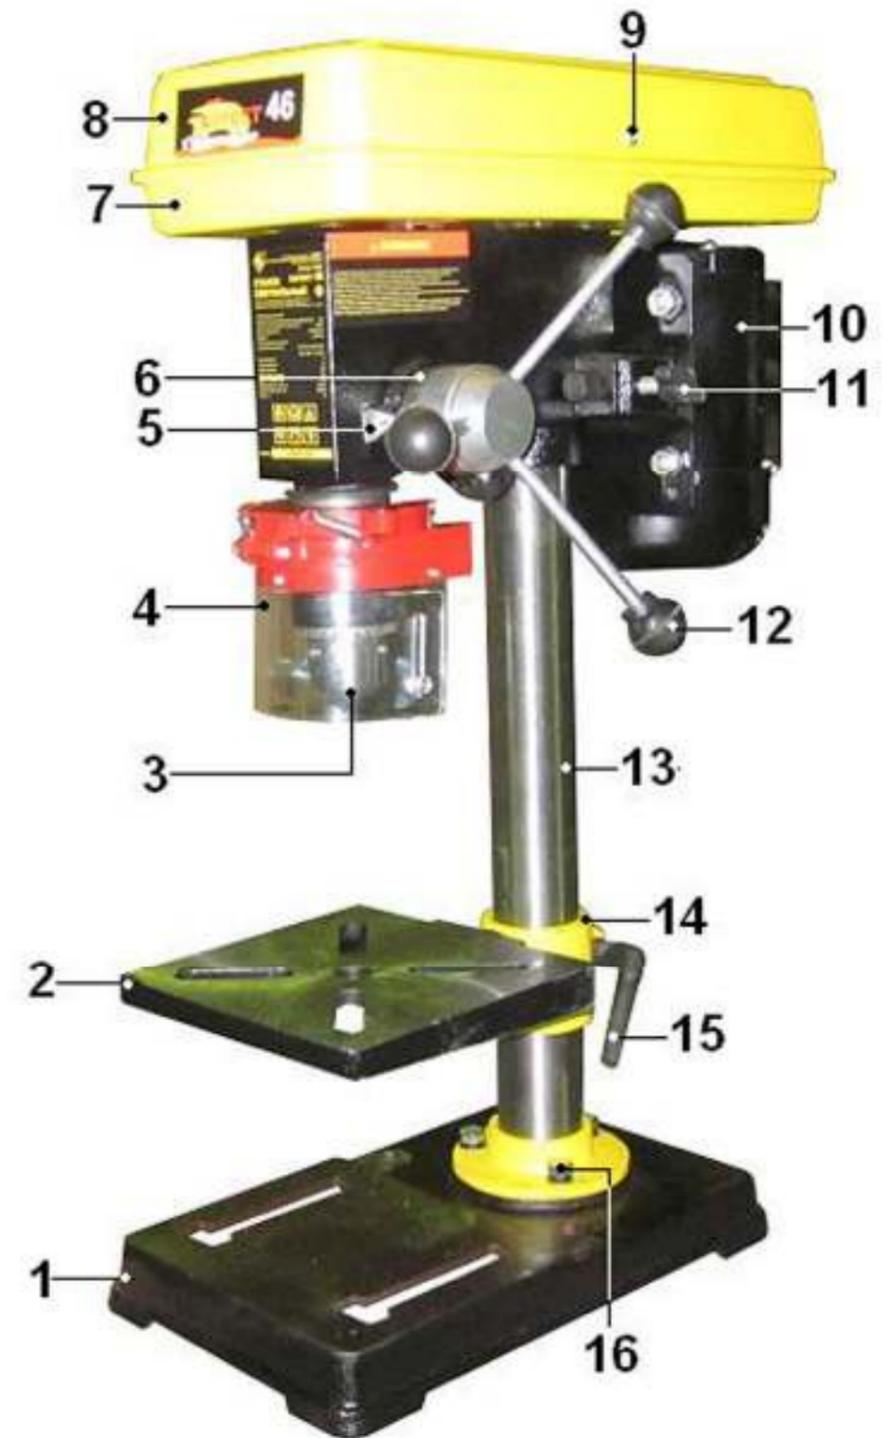

Рис. 2
6.1. Станок сверлильный вертикальный модели КОРВЕТ 46 состоит из следующих сборочных единиц и деталей, Рис.2:
9.1. Установите на ровную прочную поверхность верстака основание (1) станка, Рис.2.
9.2. Установите на основание (1) колонну (13), Рис.2 и закрепите колонну(13) на основании (1) тремя прилагаемыми болтами (16), Рис.2 .
9.3. Установите рабочий стол (2) в сборе с муфтой (14) на колонну (13). Положение рабочего стола (2) по высоте зафиксируйте болтом (15) разрезной муфты (14), Рис.2.
9.5. Установите ручки подачи (12), Рис.2,4. Убедитесь, что шпиндель подается этой ручкой на всю глубину и легко возвращается в исходное положение.
9.6. Установите сверлильный патрон (3), Рис.2, 4, на шпиндель станка, (предварительно необходимо удалить с его поверхности смазку, а также очистить от смазки внутреннюю посадочную поверхность сверлильного патрона (3), Рис.2, 4). Закрепите сверлильный патрон (3), Рис.2, 4, на шпинделе легкими ударами молотка через деревянный брусок, кулачки сверлильного патрона (3) при этом должны быть сведены.